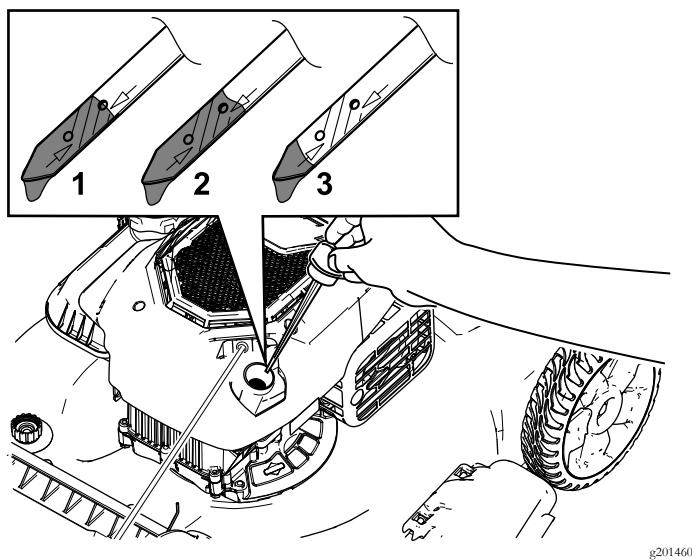

Figura 6
- Retire a vareta rodando-a no sentido contrário ao dos ponteiros do relógio e puxando-a para fora (Figura 6).
- Leia o nível de óleo na vareta (Figura 6).